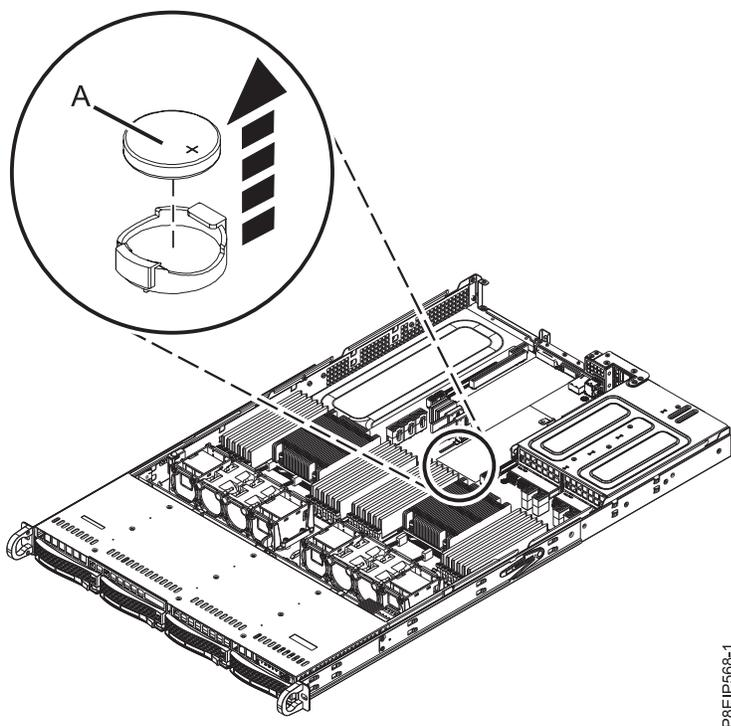

Figura 75. Ubicación de la batería de la hora del día
3. Extraiga la batería de la hora del día (**A**), tal como se indica en la Figura 75 en la página 67. Cuando extraiga la batería, no utilice una herramienta metálica para sacarla de su ranura.